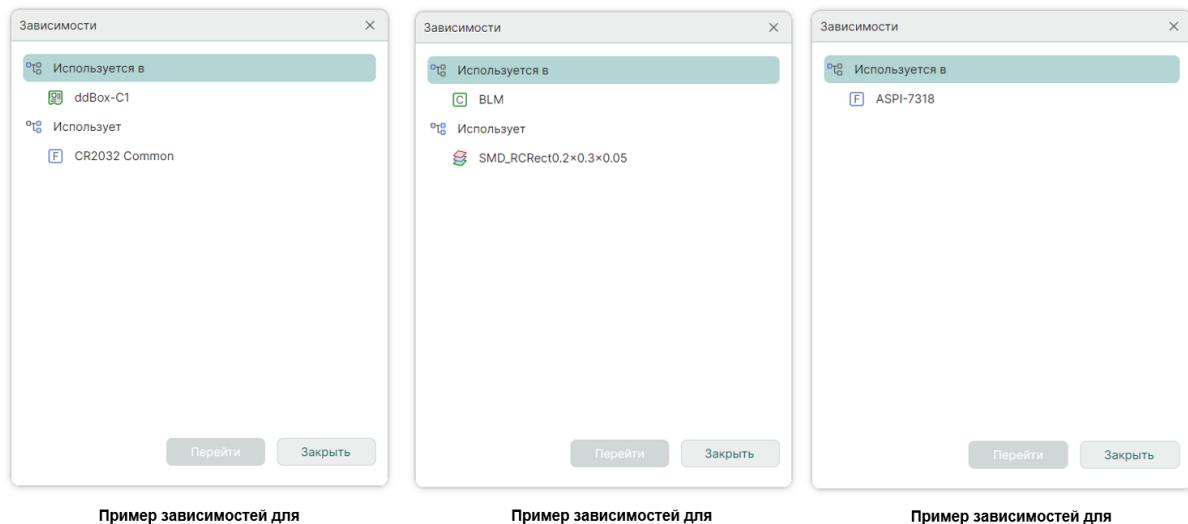

Рис. 322 Зависимости выбранного объекта
3. Отображается окно «Зависимости», в котором представлены все субъекты библиотеки, связанные с выбранным объектом, см. Рис. 322.